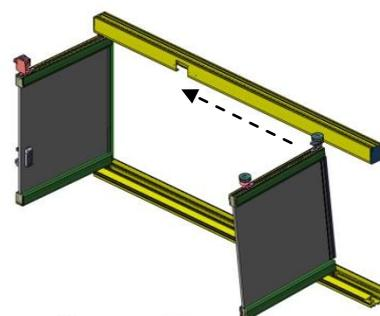

Figura 27
- Repetir los pasos anteriores tantas veces como hojas lleve el cerramiento. (figura 27)